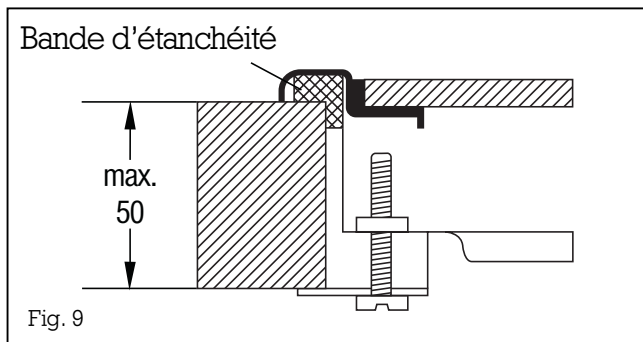

Fig. 9
- Enlevez le film protecteur de la bande d'étanchéité fournie. Placez cette dernière autour de la découpe de façon qu'elle déborde vers l'intérieur sur sa moitié (fig. 9).